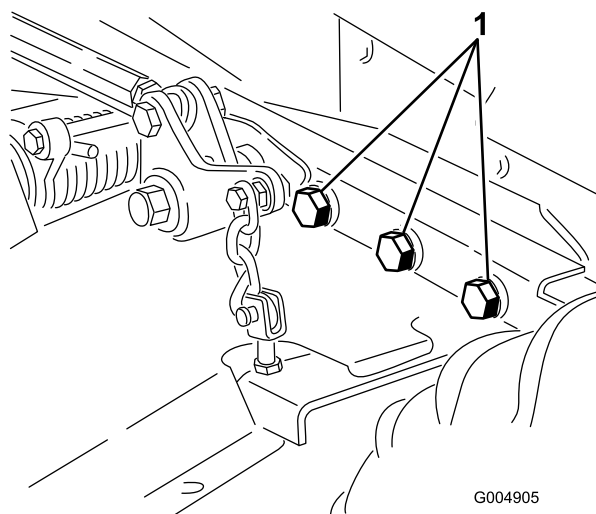

Figura 101
4. Controllate tutti gli elementi di fissaggio per verificare che non siano allentati; all'occorrenza serrateli. Serrate in modo particolare i 6 bulloni che fissano il telaio del piatto di taglio al trattore (Figura 101) a 359 N·m.